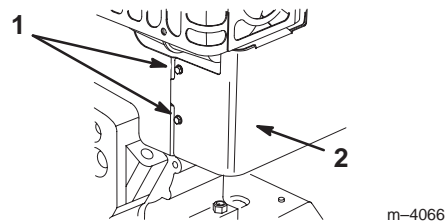

Figure 18
Avant d'utiliser la déneigeuse par une température extérieure supérieure ou égale à 4°C, déposez la boîte de chauffage (Fig. 18).
1. Débranchez la bougie et éloignez le capuchon pour éviter tout risque de contact accidentel (Fig. 18).
4. Enlevez les fixations de la boîte de chauffage du carburateur (Fig. 18).